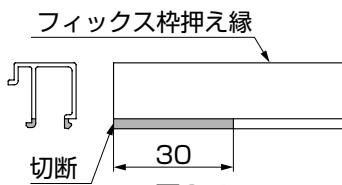

図6-4
- フィックス枠押え縁が入りづらいときは、図6-4のように端部を加工してください。
- ⑤後付けビート材をはめ込んでください。